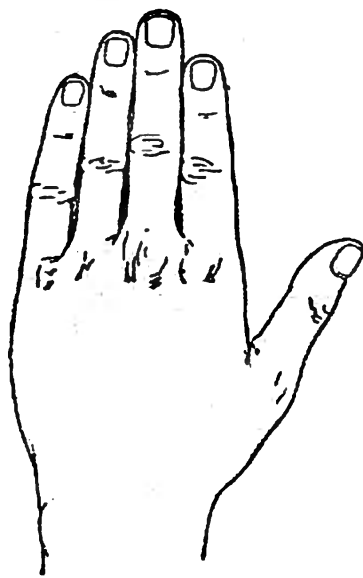

Fig. 4.
**5. Le dos de la main.** — Son aspect (*fig. 4*) est bien différent de celui de la paume. Pas de longs plis, mais un très grand nombre de petites lignes dessinant une sorte de quadrillage en filet. Des poils courts sont plantés de façon irrégulière. Nous reconnaissons les cordons bleuâtres des veines.